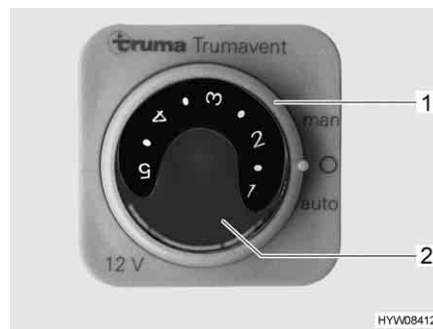

Fig. 125 Centralina di controllo per ventola di ricircolo dell'aria
- Impostare l'interruttore girevole (Fig. 125,1) sulla centralina di controllo della ventola di ricircolo su "man".
- Posizionare la manopola (Fig. 125,2) sulla potenza desiderata (3-5).
- Impostare l'interruttore girevole (Fig. 125,1) sulla centralina di controllo della ventola di ricircolo su "0".